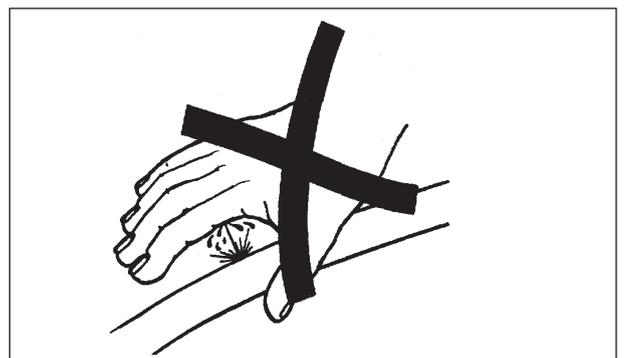

Abb. 2-8
**ACHTUNG: Unter Druck stehende Kraftstoffe oder Hydraulikflüssigkeiten können zu Verletzungen an Haut und Augen führen bzw. schwere, ggf. lebensgefährliche Unfälle hervorrufen. Unter Druck stehenden Flüssigkeiten brauchen nicht sichtbar zu sein, wenn sie austreten. Zur Suche von Leckagen ein Stück Karton oder Holz verwenden. Nie die bloßen Hände benutzen. Immer Augenschutz tragen. Dringt die Hydraulikflüssigkeit aus irgendeinem Grund in die Haut ein, muss sie sofort durch einen Arzt, der in diesen Unfällen spezialisiert ist, entfernt werden (Abb. 2-8).**